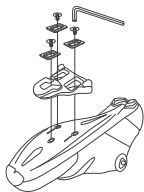

Figura 2. Instalação de parafuso
3. Com a placa de ajuste dos cleats instalada com os orifícios cónicos virados para cima de forma a aceitar os parafusos dos cleats, coloca os parafusos sem apertar muito (Figura 2).